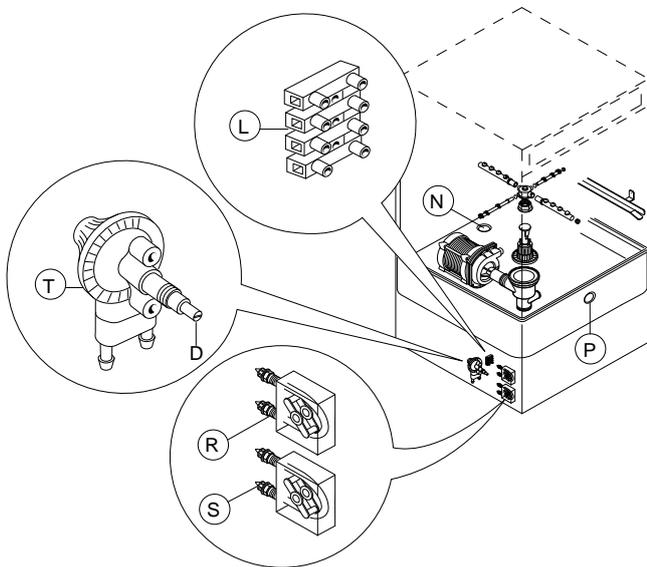

Bild 1 Übersicht über automatische Dosierer
1. Geschirrspüler mit eingebautem Flüssigspülmitteldosierer (Bild 1)
2. **Geschirrspüler mit eingebautem Klarspülmitteldosierer mit peristaltischer Pumpe (Bild 1)**
3. **Geschirrspüler mit eingebautem Klarspülmitteldosierer mit Membranpumpe (Bild 1)**
Mit einem Dosierer an den Klemmen 1 und 2 der Versorgungsklemmenleiste "L" (Bild 1) lässt sich beim Klarspülgang Klarspülmittel, mit einem Dosierer an den Klemmen 3 und 4 beim Spülgang Spülmittel zuführen.